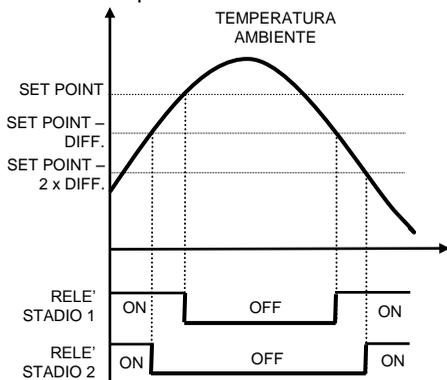

Figura 1 – Regolazione invernale
- in **INVERNO**, se la temperatura ambiente è uguale o superiore al set point attualmente impostato (T1/2/3 in Automatico, TMAN in Manuale, eccetera), entrambe i relè dell'attuatore si spengono; se è inferiore al set point del valore del Differenziale impostato nei parametri (vedi "Configurazione del cronotermostato"), verrà acceso il relè del primo stadio e se è inferiore al set point di due volte il Differenziale si accenderà anche il relè del secondo stadio (vedi Figura 1).